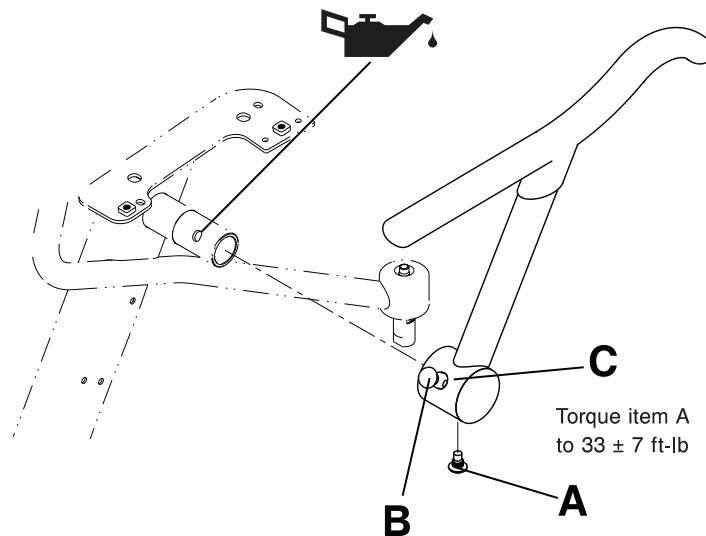

Fig. 8-24: Udskiftning af et opklappeligt armlæn
2. Brug 5/16 tommer sekskantnøglen til at fjerne stoppestiften (A) fra bunden af armlænet (Fig. 8-24 på side 8-40). Kassér stoppestiften.
3. Brug den ene hånd til at trække op i armlænets udløserstift (B) og den anden hånd til at trække armlænet (C) udad for at fjerne det (Fig. 8-24 på side 8-40).
4. Smør armlænets led med Syntec smørelolie (3000-200-719) (Fig. 8-24 på side 8-40).